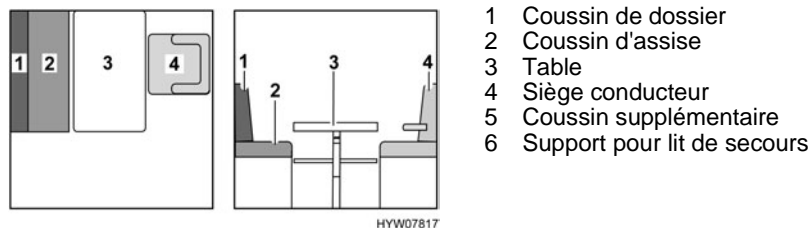
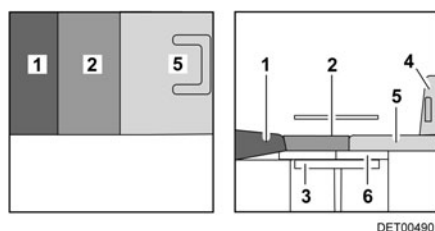

Fig. 110 Avant la transformation
Fig. 111 Après la transformation
- Tourner le siège conducteur (Fig. 110,4) et le pousser complètement vers l'avant.
- Convertir la table (Fig. 110,3) en sommier de lit (voir paragraphe 7.7).
- Si le véhicule possède un support pour lit de secours (Fig. 111,6), retirer le coussin de dossier (Fig. 110,1) et celui d'assise (Fig. 110,2) et les mettre de côté.
- Suivant le modèle, poser le support pour lit de secours livré en série (Fig. 111,6) sur la table. Placer le bord avant du support pour lit de secours directement contre le siège conducteur ou le montant de la cabine de conduite.
- Placer le coussin supplémentaire (Fig. 111,5) sur le siège conducteur.
- Placer le coussin d'assise (Fig. 111,2) sur la table.
- Placer le coussin de dossier (Fig. 111,1) entre le coussin d'assise et la paroi arrière. Observer la forme deltoïde.
- Le cas échéant, repousser le siège conducteur (Fig. 111,4).